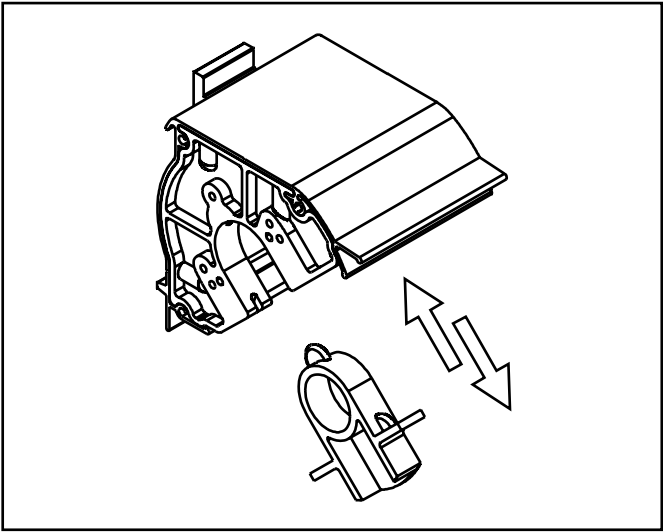

Abb. 6: Offene Lagerung
- Besteht aus einem Lagerblock (universale Zwischenkonsole) mit abnehmbarem Deckel für Lager (siehe Abb. 6).